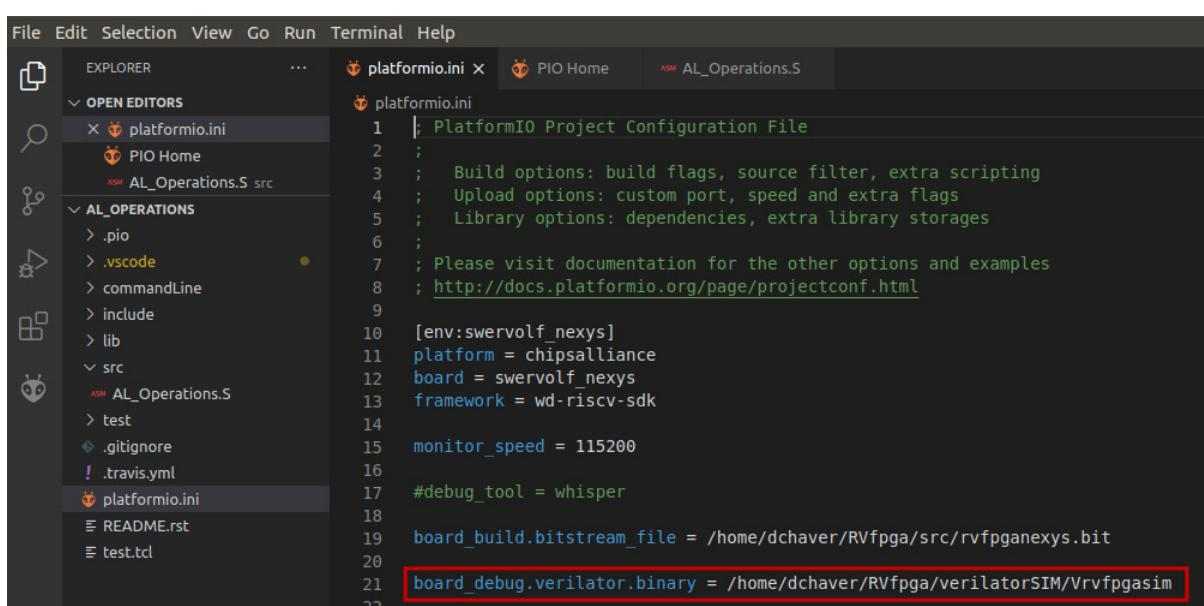

图82. PlatformIO初始化文件: platformio.ini
5. 打开文件*platformio.ini*。通过编辑以下行建立到在第一步（*Vrvfpgasim*）中生成的RVfpgaSim仿真二进制文件的路径（参见图82）。